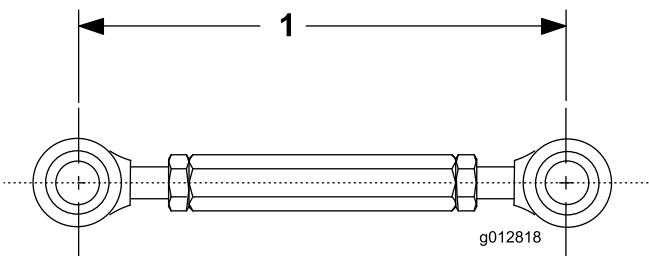

Figura 9
4. Ajuste la longitud del acoplamiento roscado a 19 cm, y apriete las contratuercas (Figura 9).